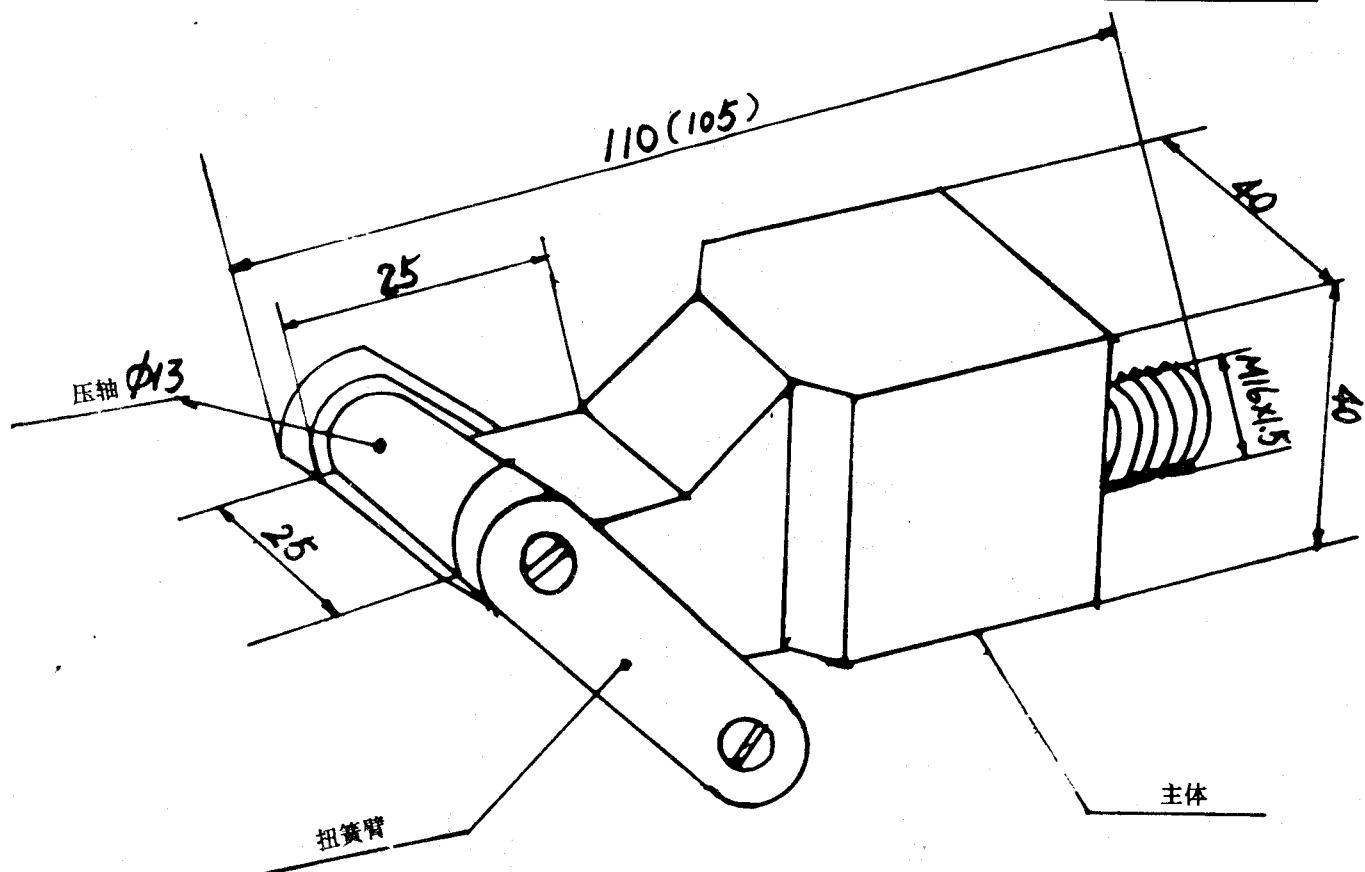

图 1
3.1.2 每一夹具应具有一约 25 mm 的正方形刚性表面夹板，见图 1。
3.1.3 每一夹具的另一夹板应有一刚性凸形表面，其半径为  $5 \pm 3$  mm，宽 25 mm，见图 1。